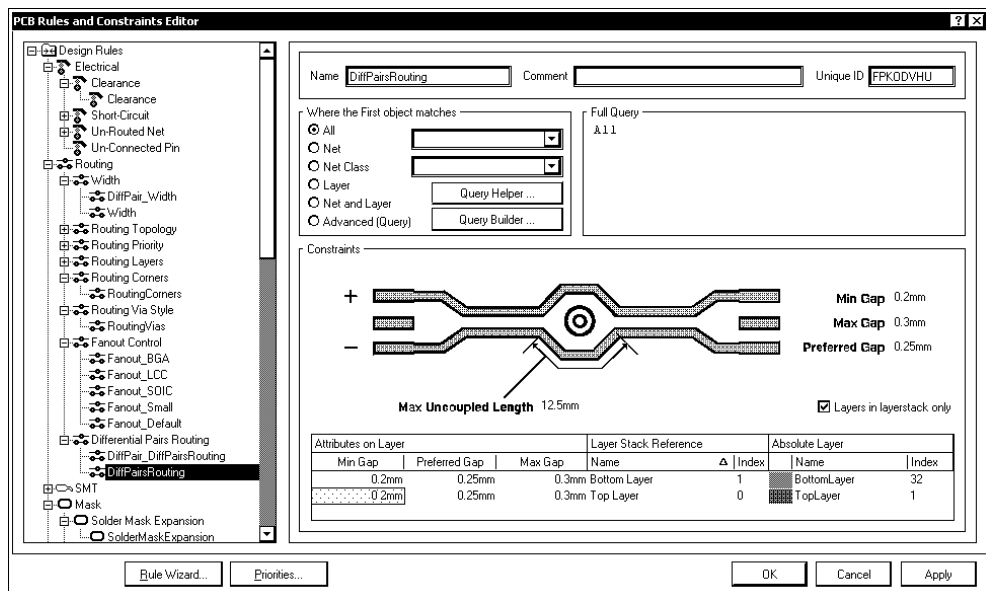

Рис. 6.19. Диалог настройки правил разводки дифференциальных пар
- ☐ **Differential Pairs Routing** — трассировка дифференциальной пары. Это правило касается главным образом зазора между проводниками дифференциальной пары и настраивается в диалоге, активизируемом по команде главного меню **Design | Rules**. В диалоговом окне **PCB Rules and Constraints Editor** (рис. 6.19) выбрать ветвь **Design Rules | Routing | DiffPairsRouting** и назначить в поле **Constraints** следующие параметры: